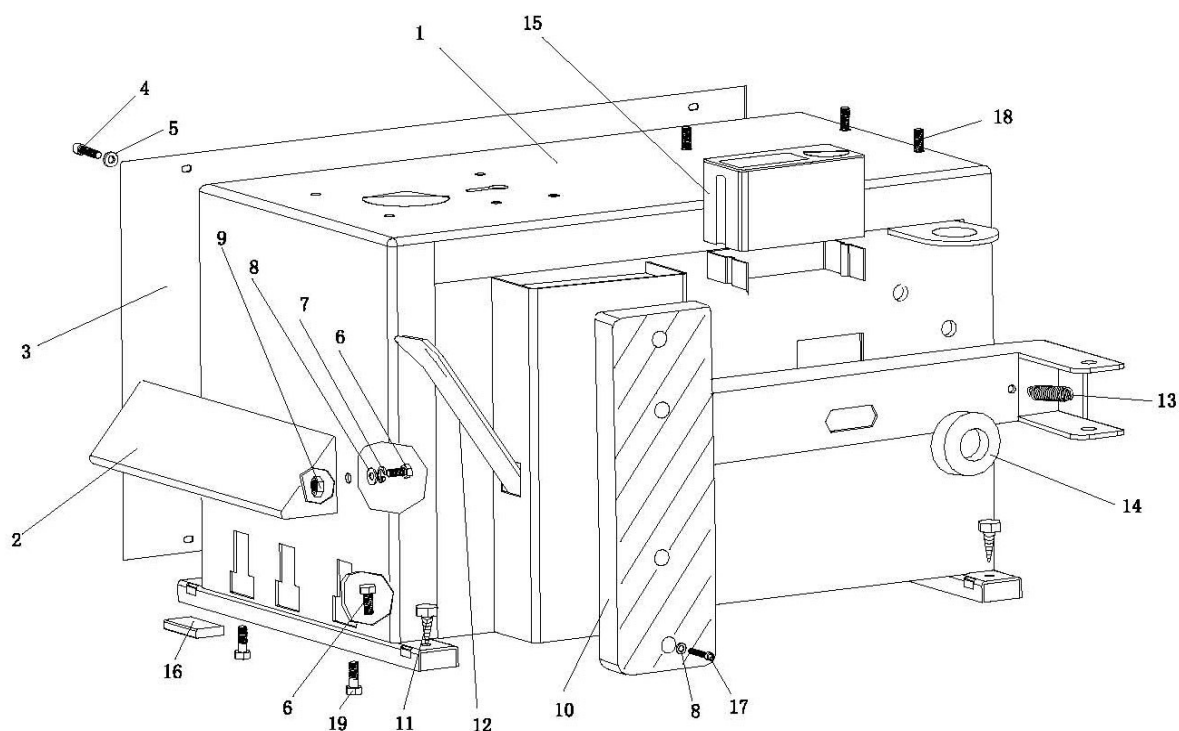

**Рис. 14**
- 3) Потокком сжатого воздуха прочистите приспособления для уменьшения стука. При необходимости замените. (Рис. 14)